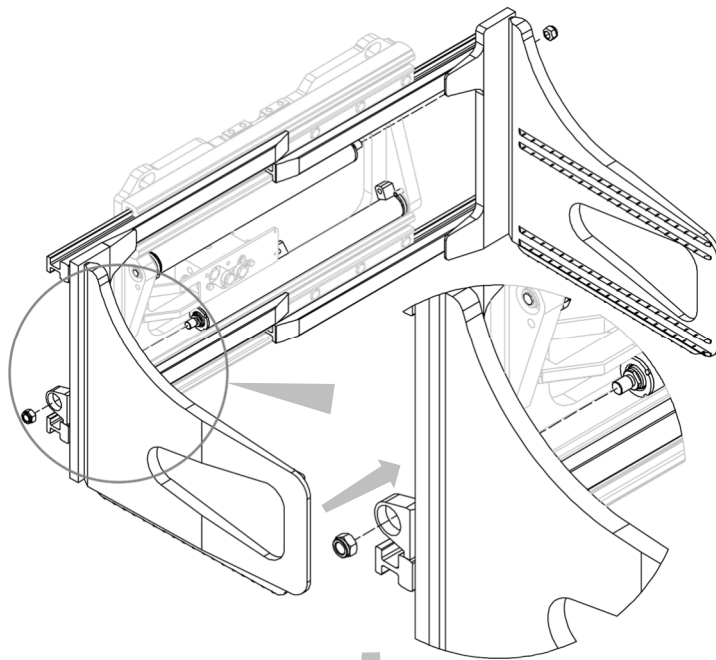
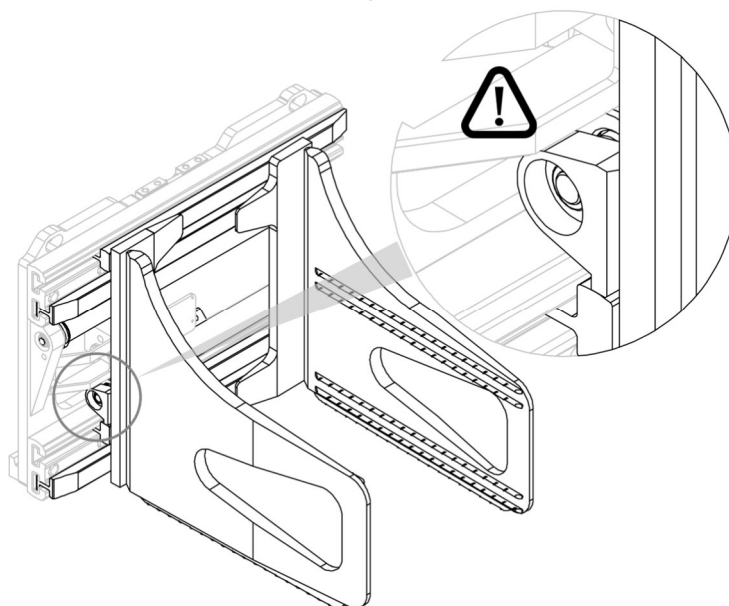

Figure 13
Figure 14
4. Insérer les fourches, avec les mâchoires correspondantes, dans leurs logements et les relier aux vérins à l'aide des écrous correspondants (voir *Figure 13* et *Figure 14*).